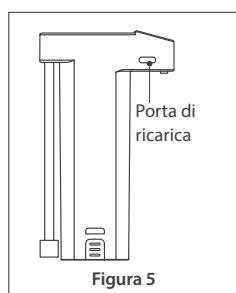

Figura 5
- L'indicatore di alimentazione sullo schermo del sistema lampeggia in rosso per segnalare che la batteria è scarica; caricare il sistema utilizzando un adattatore 5V=2A e inserendo un cavo USB di tipo C in una porta di ricarica laterale dell'unità di pompaggio dell'acqua. (Figura 5)
- El indicador de energía en la pantalla de visualización del sistema parpadea en rojo para indicar que la batería está baja, cargue el sistema utilizando un adaptador de 5V= 2A e insertando un cable USB Tipo-C en un puerto de carga lateral de la unidad de bombeo de agua. (Figura 5)